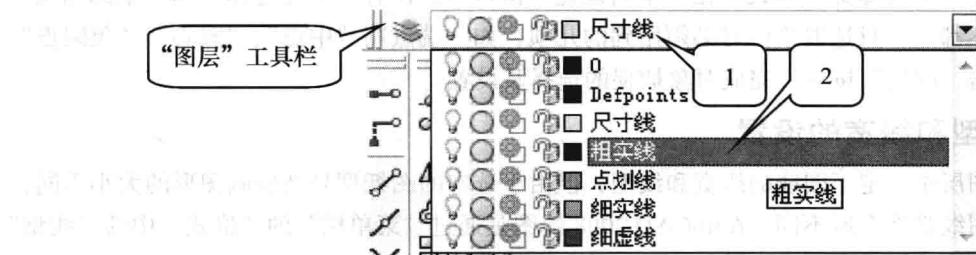

图 1-6 图层的选定
(1) 绘图前选定图层。在绘图前用鼠标左键在“图层”工具栏的窗口中选定需要的图层，“图层”工具栏的窗口显示当前的图层及该图层的状态，所绘制的图线即在该图层中，如图 1-6 所示。